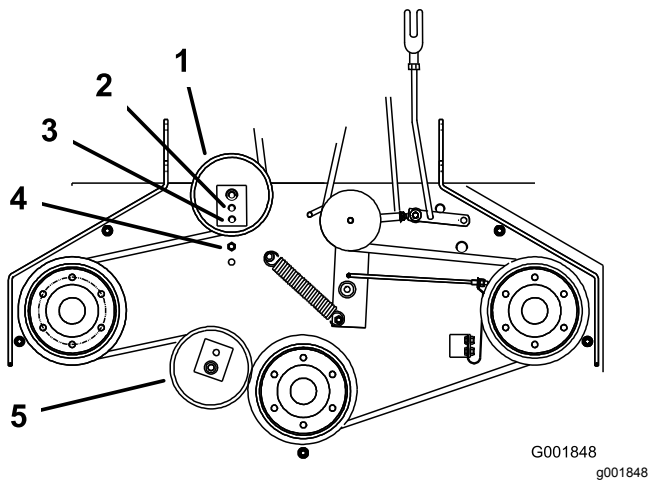

Figura 47
6. Si no es posible ajustar más el tensor y la correa todavía está floja, coloque la polea tensora trasera en el taladro central o delantero (Figura 47). Utilice el taladro que permita un ajuste correcto.
7. Cuando se cambia de posición la polea tensora, será necesario cambiar también la guía de la correa. Mueva la guía de la correa a la posición delantera (Figura 47).